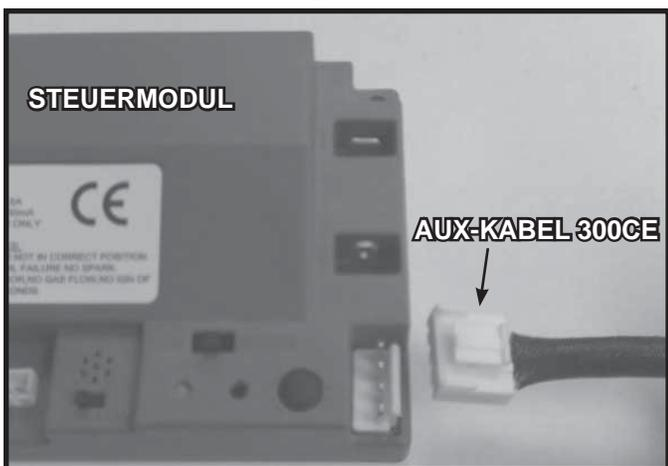

Abbildung 12.9 Installation des Moduls AUX 300
- Verbinden Sie den vieradrigen Kabelstrang des Moduls AUX300CE mit dem vierpoligen Anschluss des Steuermoduls. Siehe Abbildung 12.9.